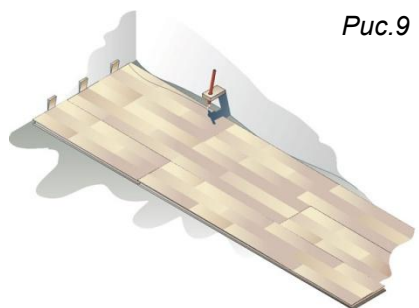

Рис. 9
- уложите три ряда и выровняйте их. Затем, используя копир, проведите линию, повторяющую рельеф стены (Рис. 9);